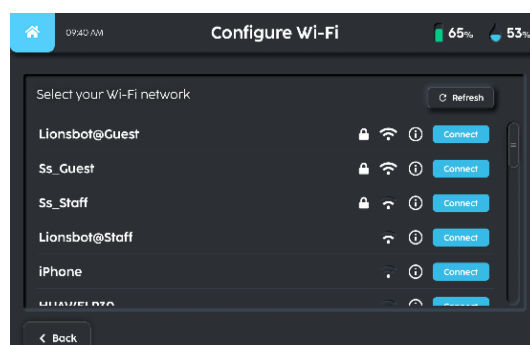

FIGURE 6-4
4. Sélectionnez le réseau à configurer ou à connecter (Fig 6-4).